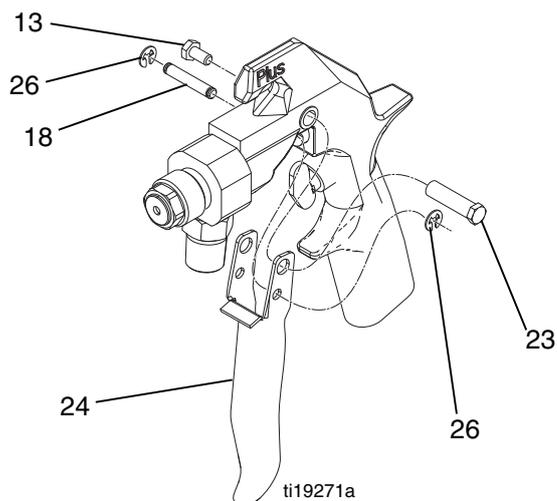

FIG. 7
4. Rimuovere una e-clip (26) e spingere lo spinotto (18) fuori dalla pistola. Rimuovere la vite (13), il perno (23) e il grilletto (24). Vedere la FIG. 7.